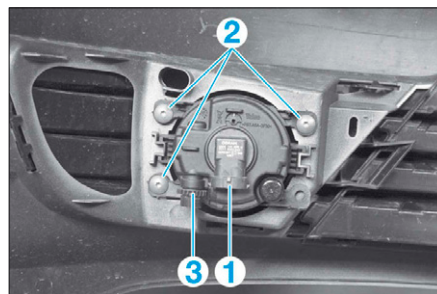

FIG. 10
- Débrancher le connecteur (1) (Fig.10).
- Déposer les vis (2).
- Procéder au réglage du projecteur antibrouillard à l'aide de la molette (3) (Fig.10).